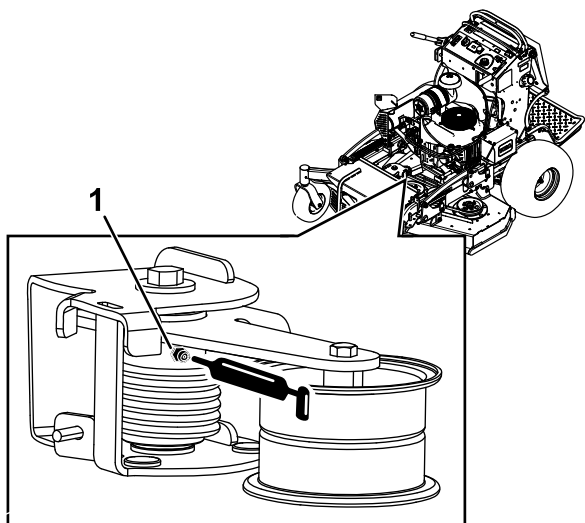

図 46
3. 図 46に示されているグリスフィッティング刈り込みデッキのトーションアイドラに高温グリスを注入します。